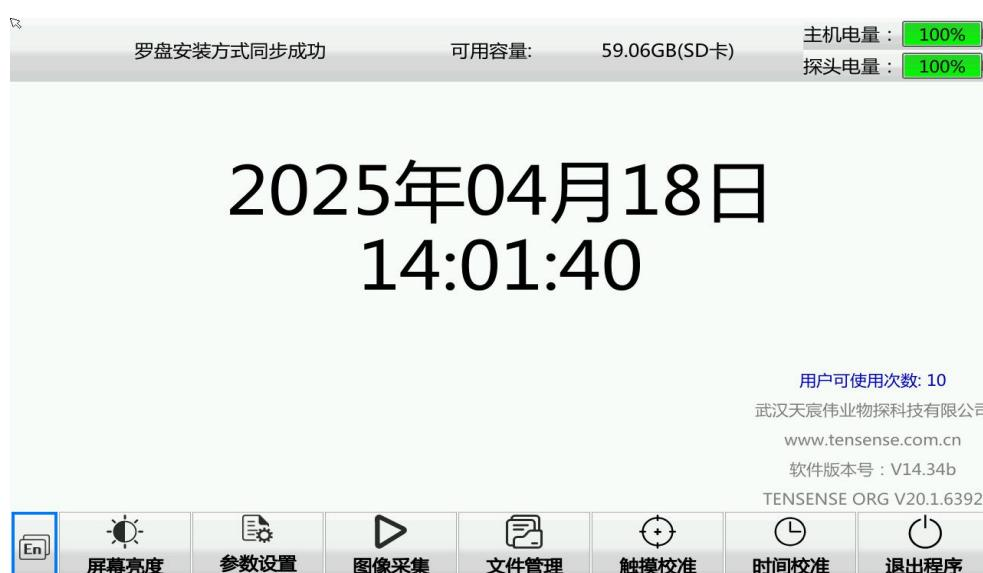
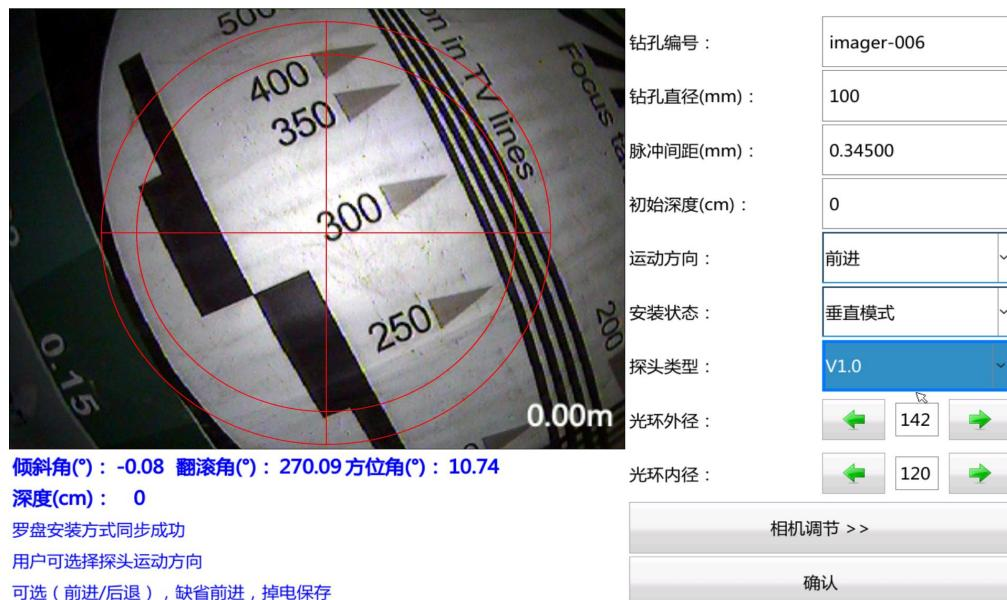

图2-4 电压与存储空间检查界面
图2-5 检测罗盘信号
- 2) 将主机与线架连接，打开主机电源，进入图2-4界面，查看主机电压、探头电压、主机可用存储空间等信息。主机和探头正常工作电压为 10V 以上，电压低于 10V，应立即充电。新电池充满电后，主机和探头电压在 12.6V 左右，连续工作时间在 8 小时以上。
在图2-4中点击“参数设置”，进入图2-5所示界面，若主机能显示罗盘三个参数倾斜角、翻滚角、方位角值，则说明仪器能检测到罗盘信号，否则罗盘角度显示位置无罗盘参数显示。